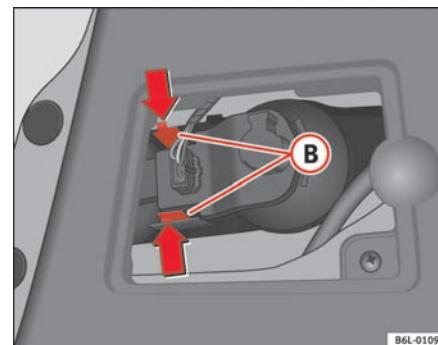

Fig. 154 Luz trasera en el capó
- Presione las lengüetas **B** ⇒ página 232, fig. 154 del portalámparas y extraiga este último.